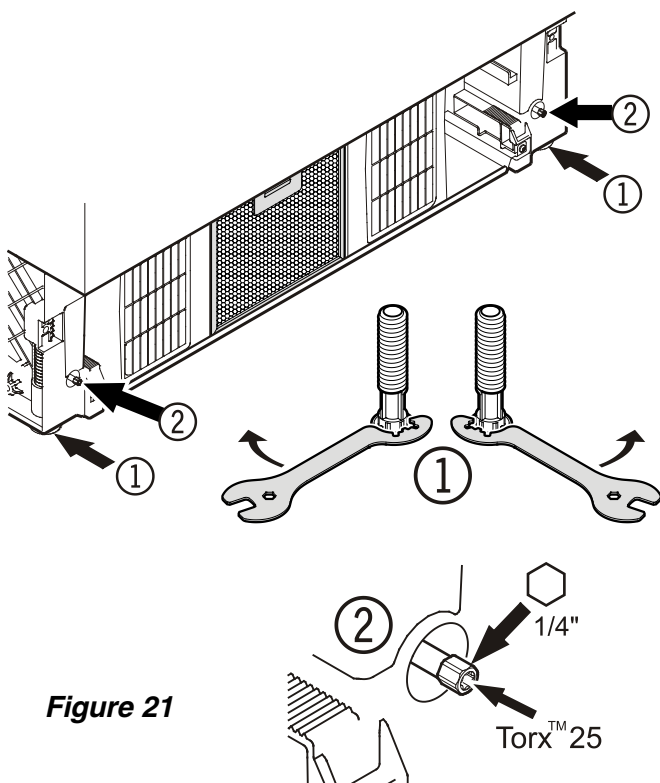

Figure 21
## Mise à niveau de l'appareil - Figure 21
1. Ajuster la hauteur à l'avant de l'appareil en tournant les pieds réglables ①. Utiliser la clé plate fournie. Tourner la clé plate dans le sens anti-horaire pour soulever l'avant de l'appareil et dans le sens horaire. Positionner la clé de manière appropriée (**Figure 21 - ①**).
2. Ajuster la hauteur à l'arrière de l'appareil à l'aide des barres d'ajustage ②. Utiliser une clé à tube 1/4 po ou la clé Torx 25 fournie.
3. Tourner les pieds réglables ① jusqu'à ce qu'ils soient bien en place sur le sol.